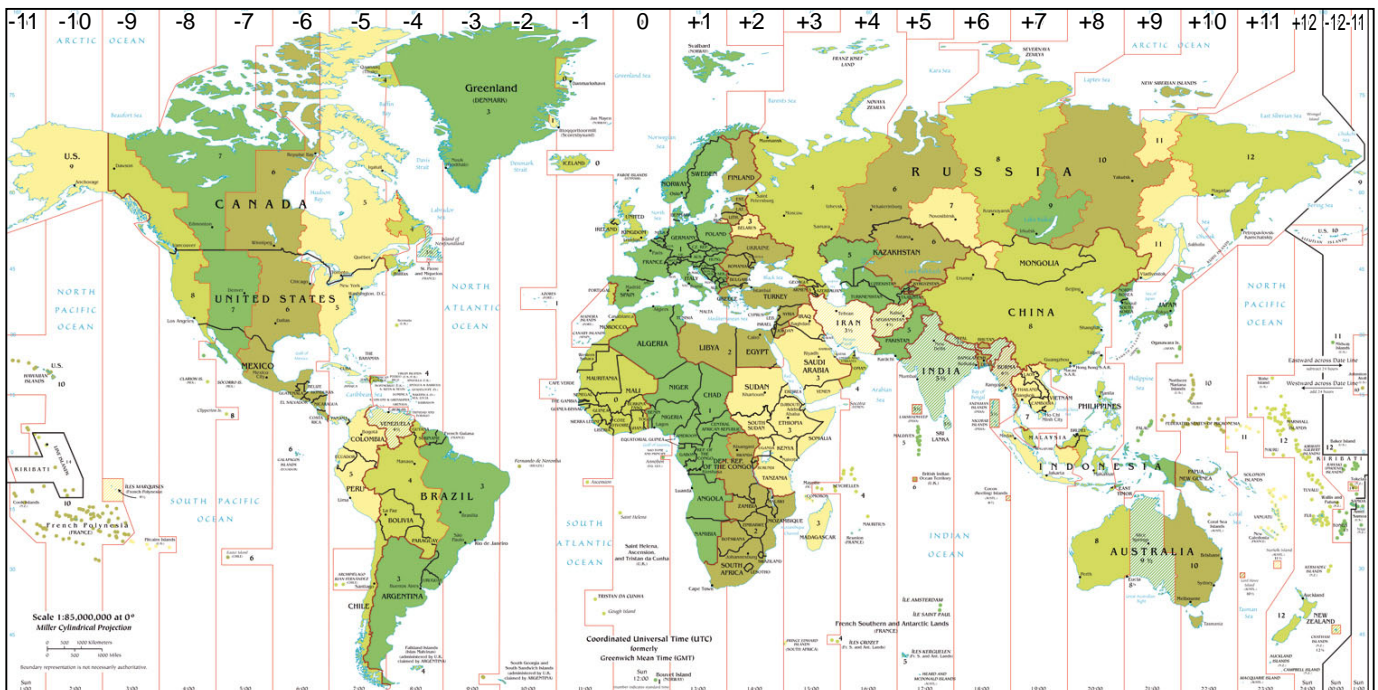

Abb. 25 Zeitzonen
- ▶ Zeitzone GMT (z. B. + 1 in Deutschland, siehe Abb. 25)